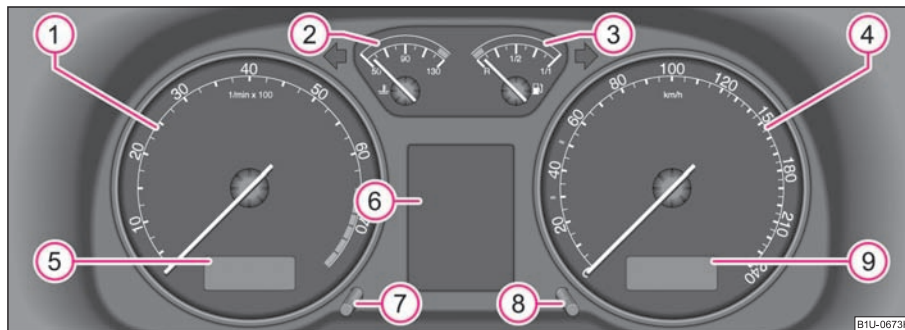

Fig. 18 Cuadro de instrumentos
El comienzo de la zona roja en el cuentarrevoluciones ① ⇒ fig. 18 marca el número de revoluciones máximo admitido para todas las marchas del motor rodado y a
El indicador de la temperatura del líquido refrigerante ② ⇒ fig. 18 funciona sólo con el encendido conectado.
El indicador del nivel de combustible  ⇒ página 16, fig. 18 funciona sólo con el encendido conectado.
La reposición del indicador de intervalos de mantenimiento también se puede efectuar con el botón de reposición **8** del siguiente modo ⇒ página 16, fig. 18:
Para poner en hora el reloj, en el lado inferior izquierdo junto al velocímetro se encuentra un botón de ajuste del reloj **7** ⇒ página 16, fig. 18.